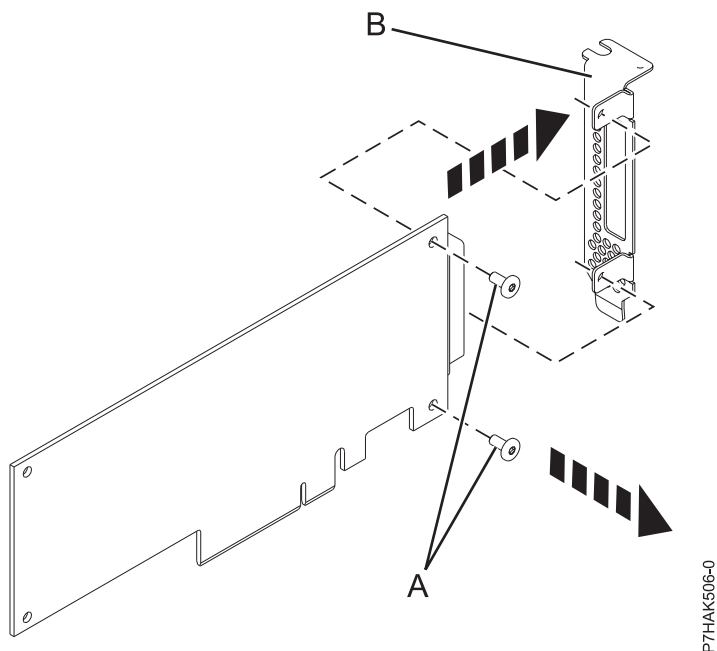

Figure 49. Retrait de la contre-poupée extra-plate d'une carte PCIe
2. A l'aide d'un tournevis cruciforme, desserrez les deux vis (A) qui servent à fixer la contre-poupée (B) à la carte PCIe, comme illustré dans la figure 49.